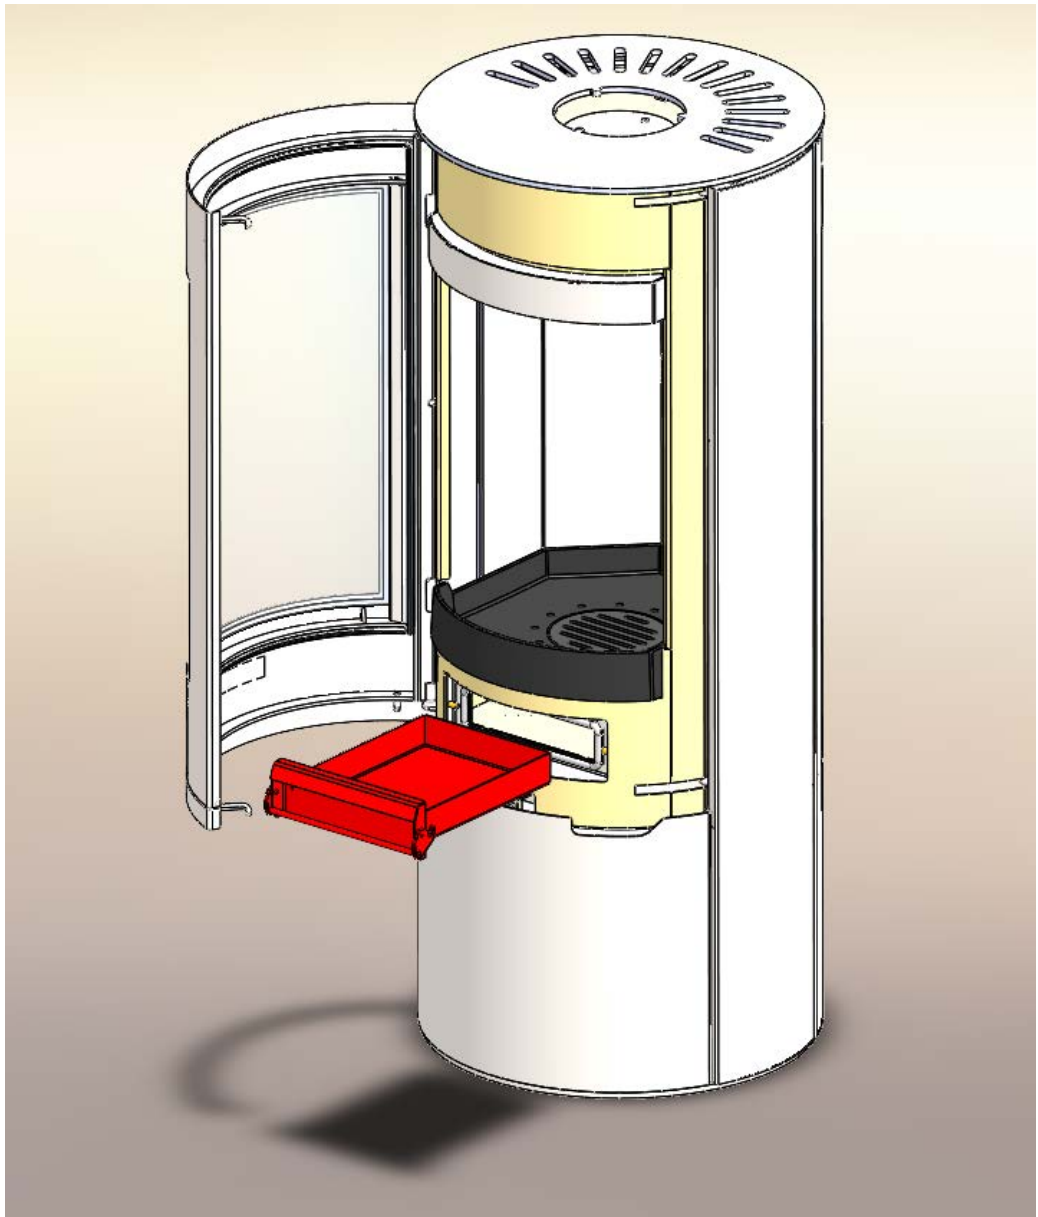

Abbildung 8 Entleeren des Aschenbechers
10. Abbildung 8 Entleeren des Aschenbechers	Seite 12